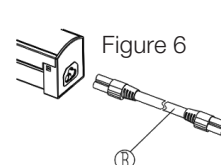

Figure 6
STEP 14: Mount remaining fixture(s) as stated in the previous steps with included row connector (A) or optional linking cable (B). NOTE: One end of fixture contains a "keyed" port ④. Make sure the slotted end of connector is being installed into the end (see Figure 6).
STEP 15: Once all fixtures have been installed, reinstall port covers ⑦ on any open fixture ports.
STEP 10: Mount remaining fixture(s) as stated in the previous steps with included row connector (A) or optional linking cable (B). NOTE: One end of fixture contains a "keyed" port ④. Make sure the slotted end of connector is being installed into the end (see Figure 6).
STEP 11: Once all fixtures have been installed, reinstall port covers ⑦ on any open fixture ports.
ÉTAPE 14: Montez le ou les luminaires restants comme indiqué dans les étapes précédentes avec le connecteur de rangée inclus (A) ou le câble de liaison en option (B). REMARQUE: Une extrémité du luminaire comprend un port « verrouillé » ④. Assurez-vous que l'extrémité fendue du connecteur est installée dans l'extrémité (voir la Figure 6).
ÉTAPE 15: Une fois que tous les luminaires ont été installés, réinstallez les couvercles du port ⑦ sur tous les ports du luminaire ouverts.